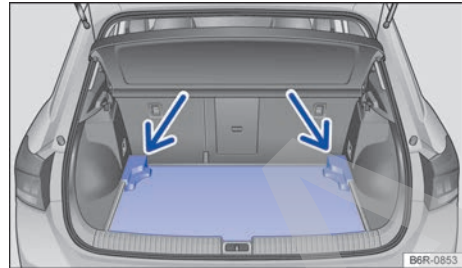

Fig. 131 En el maletero: abrir el piso del maletero.
- Agarre el piso del maletero por la cavidad del mismo y levántelo → fig. 131.